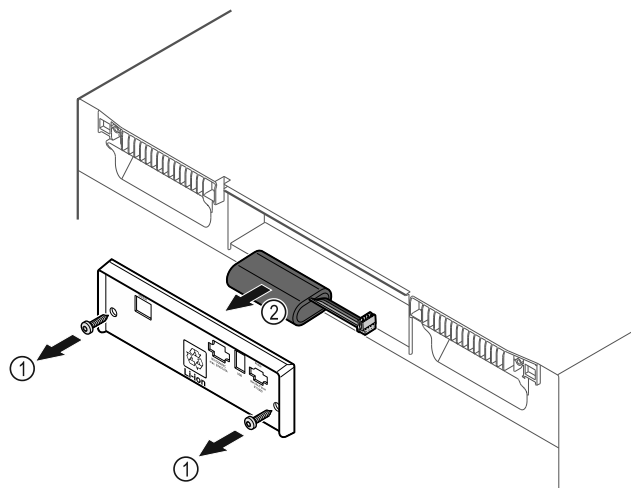

Fig. 202
- Vyskrutkujte skrutky a odstráňte kryt na zadnej strane zariadenia Fig. 202 (1).
- Odpojte a vyberte batériu Fig. 202 (2).